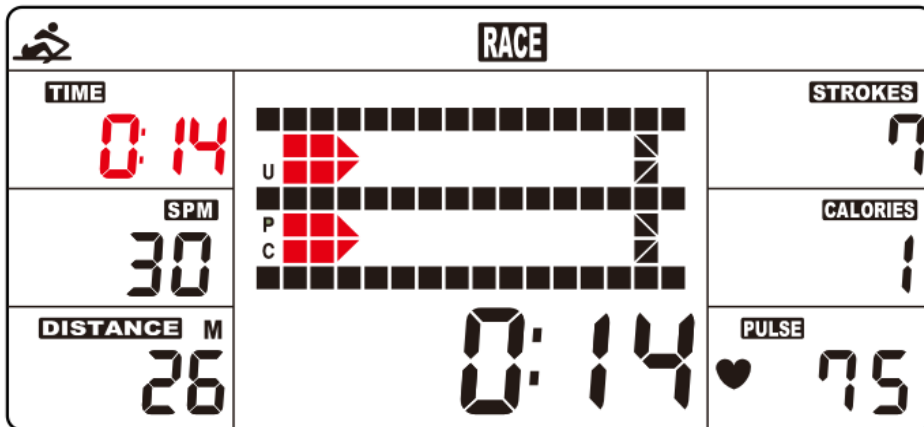
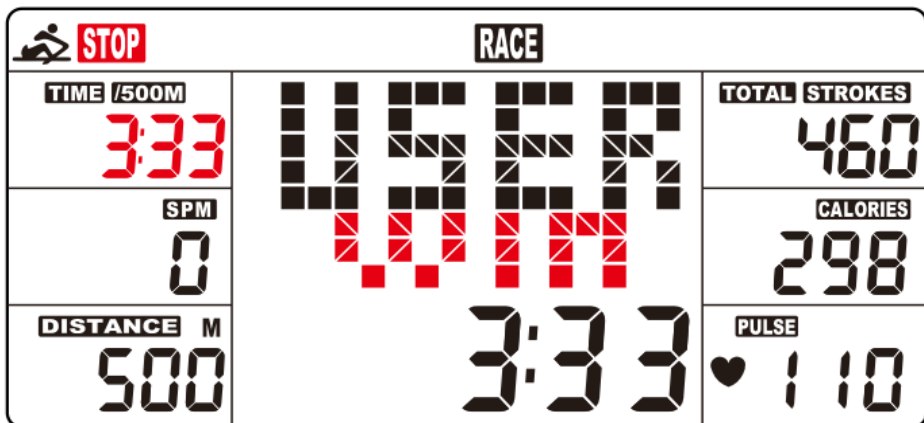

Fig. 5
Fig. 6
B. Presione el botón START (INICIAR) para iniciar y STOP (DETENER) desaparecerá. USER (USUARIO) y PC se mostrarán en la matriz. (Fig. 5). El medidor se detendrá cuando se haya alcanzado la distancia de carrera que se configuró anteriormente; luego, la matriz mostrará "PC WIN" o "USER WIN" (Fig. 6).